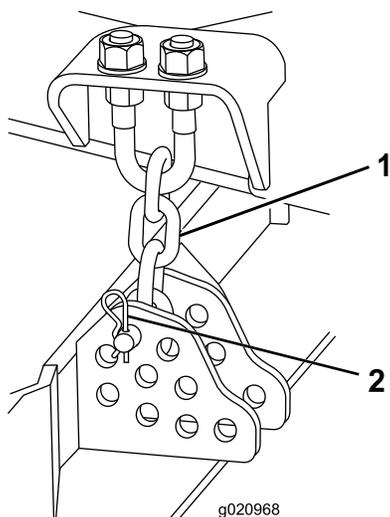

Figura 17
- Togliete la coppiglia e il perno con testa che fissano le catene dell'altezza di taglio sul retro del piatto di taglio (Figura 17).